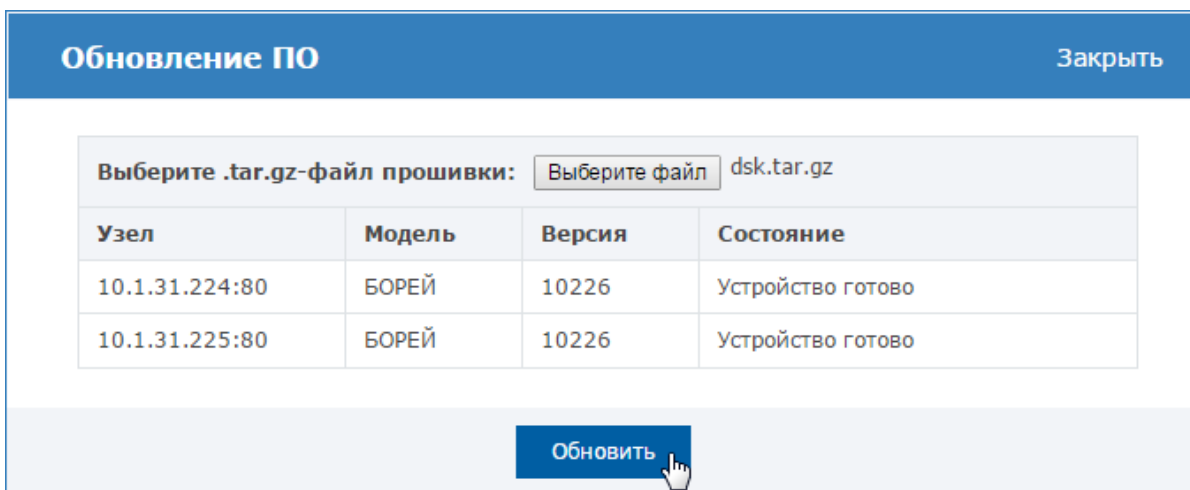

Рисунок 10.66 — Окно обновления прошивки нескольких узлов
3. В отобразившемся окне нажмите на кнопку **Выберите файл** для указания пути к файлу обновления, предоставленному производителем; затем нажмите на кнопку **Обновить** (рисунок 10.66). Будет выполнено обновление программных средств узлов с последующей перезагрузкой.